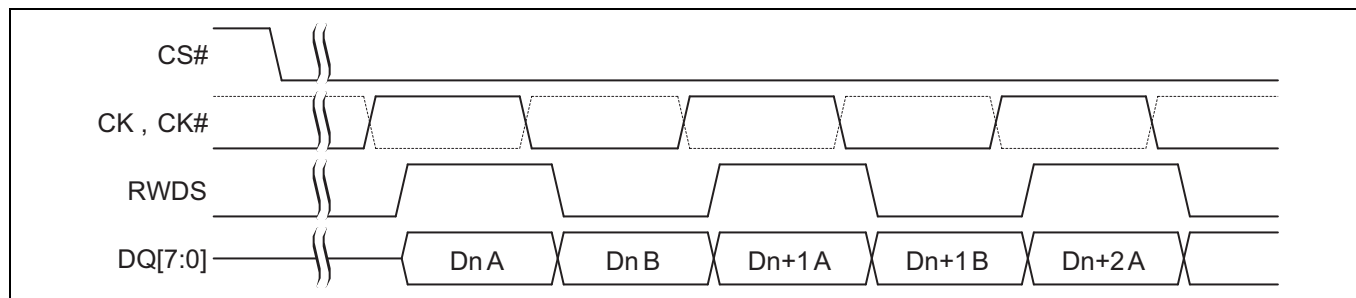

Figure 7 読み出しトランザクション中のデータ配置 [12,13,14,15,16]
12. **Figure 7** に HYPERBUS™ 上の読み出しトランザクションの一部を示します。差動クロックの CK# は破線の波形で表示されます。